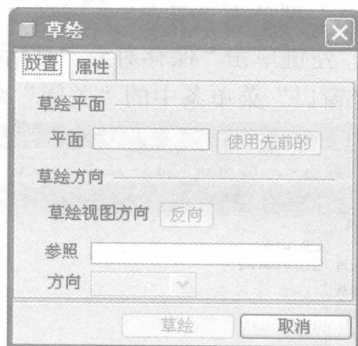

图 1-2 “草绘”对话框
2. 左键单击“新建”对话框的“确定”命令, 系统新建一个零件设计环境; 左键单击“草绘工具”命令, 系统弹出“草绘”对话框, 如图 1-2 所示。